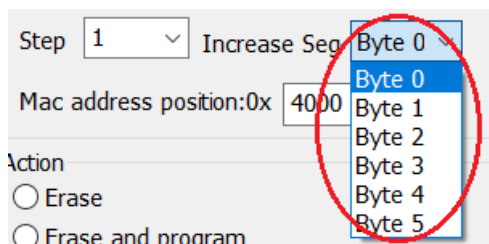

Figure 20 Increase Seg
Step4: 配置 Increase Seg, 此功能跟 Step 配合使用, 用于选择哪一个 Byte 进行增长, 可以在下拉框中进行选择, 值的范围为 Byte0—Byte5, 默认为 Byte0, 如 Figure 20 Increase Seg 所示: